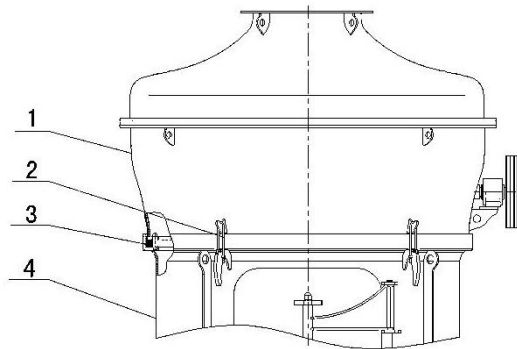

Рисунок 6 – Монтаж классификатора
2) Классификатор 1 устанавливается на основной блок 4 при помощи крана. На монтажном месте (фланец основного блока) имеются направляющие штифты и уплотнительное кольцо 3 – контролируйте установку классификатора по направляющим и правильным положением уплотнителя во избежание впоследствии пыления в данном участке. Зафиксируйте установленный классификатор накладными замками 2 (см. рисунок 6).